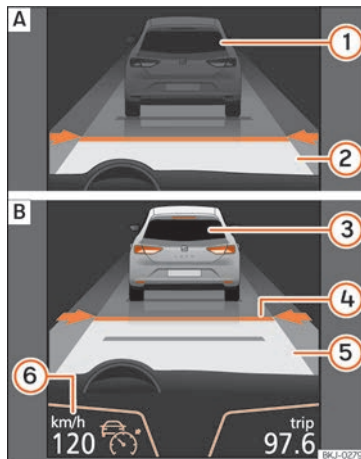
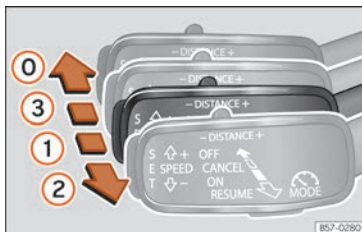
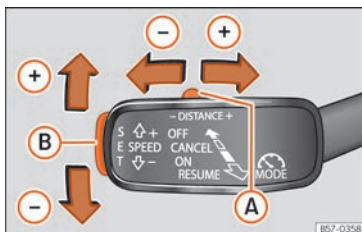

Fig. 234 En la pantalla del cuadro de instrumentos: [A] ACC inactivo (Standby). [B] ACC activo.
Fig. 236 A la izquierda de la columna de la dirección: tercera palanca para manejar el ACC.
Fig. 237 A la izquierda de la columna de la dirección: tercera palanca para manejar el ACC.
Indicaciones en la pantalla »» fig. 234:
Cuando el ACC está conectado, en el cuadro de instrumentos se ilumina el testigo de control verde (🟢) y en la pantalla se muestra la velocidad programada y el estado del ACC »» fig. 234.
- Para activar el ACC mueva la tercera palanca a la posición ON »» fig. 236 ①. En este momento el ACC no está activo ni hay velocidad programada.
• A continuación pulse la tecla **SET** »» fig. 237 ② o desplace la palanca a la posición **RESUME** »» fig. 236 ②. En este momento se activa el ACC, se programa la velocidad actual y la distancia. La imagen del cuadro pasará a modo Activo »» fig. 234 ③.
- Para programar la velocidad desplace la tercera palanca hacia arriba (+) o abajo (-) hasta la velocidad deseada »» fig. 234 ④. El ajuste de la velocidad se realiza en intervalos de 10 km/h (6 mph).
- En caso de que se desee incrementar la velocidad en intervalos de 1 km/h (0,6 mph), desplace la palanca hacia la posición **RESUME** »» fig. 236 ② o para disminuirla pulse la tecla **SET** »» fig. 237 ②.
- Para aumentar o reducir el nivel de distancia desplace la tecla **A** hacia la derecha o la izquierda »» fig. 237.
En la pantalla del cuadro de instrumentos se modifica el nivel de distancia seleccionado »» fig. 234 ④. Se puede seleccionar entre 5 niveles de distancia. SEAT recomienda el nivel 3. La distancia programada puede modificarse con el vehículo detenido o durante la conducción »» ⚠.
• Para desconectar el ACC mueva la palanca a la posición **OFF** (fija) »» fig. 236 ①. En ese momento aparece el texto **ACC desactivado** y la función queda completamente desactivada.